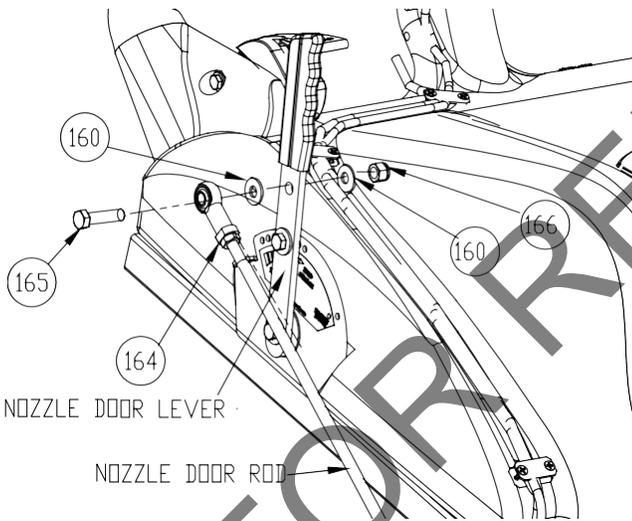

Abb. 5
7. Stangenende an der Stange befestigen (siehe Abb. 5 nächste Seite).